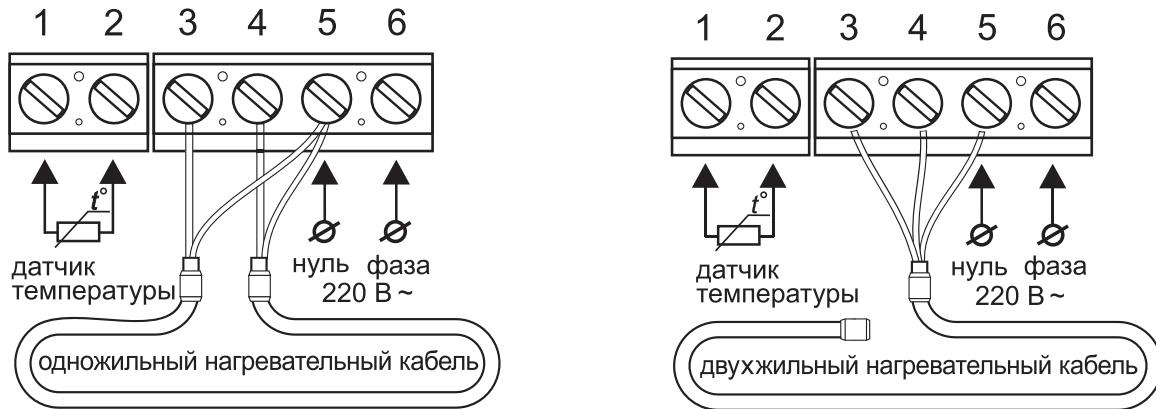

Рис. 20
- 2-х проводная электрическая сеть (без проводника заземления), экран нагревательной секции подключается к нейтральному проводнику (N) сети питания, на клемму 5 (рис. 20).